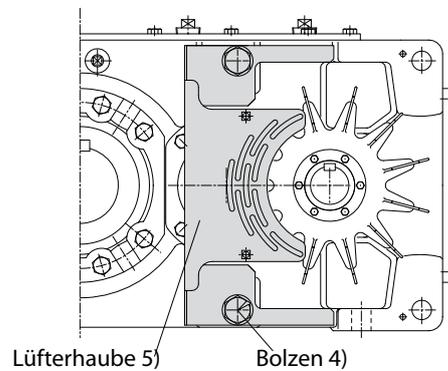

Abb. 5
2. Bolzen 4) ausschrauben und dann Lüfterhaube 5) entfernen (Abb. 5), sofern Befestigungsbolzen 9) noch nicht eingeführt werden können.